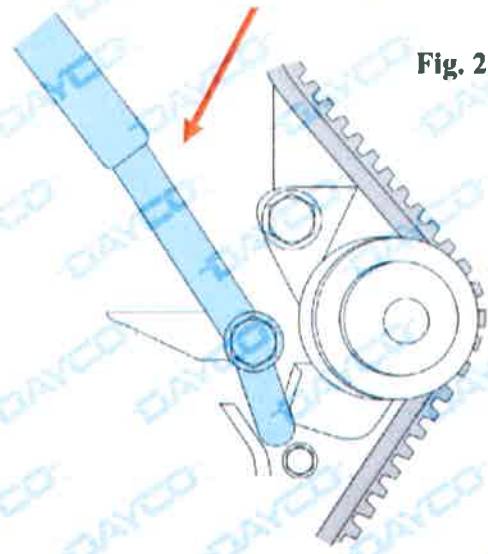

Fig. 2
- Montare l'attrezzo di tensionamento N.Mot 1312 sul blocco cilindri (Fig. 2).